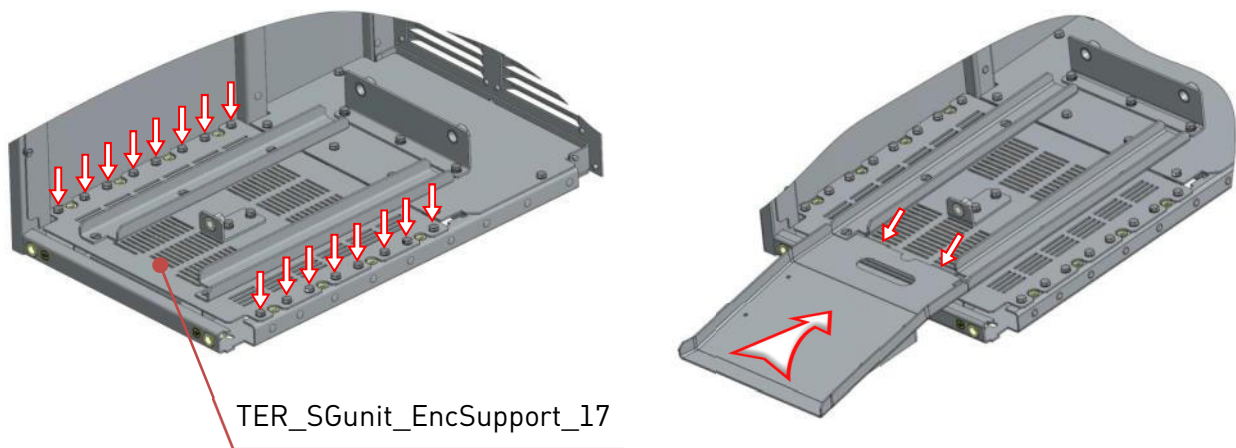

Рис.4.33. Монтаж передней плиты дна и подставки
- Установить переднюю плиту днища шкафа TER_SGunit_EncSupport_17, закрепить болтами M8x20 через шайбу зубчатую под M8 в 16-и местах, рисунок 4.33 - слева, часть деталей корпуса условно не показаны.
- Установить подставку TER_SGunit_Guide_8, рисунок 4.33 - справа.